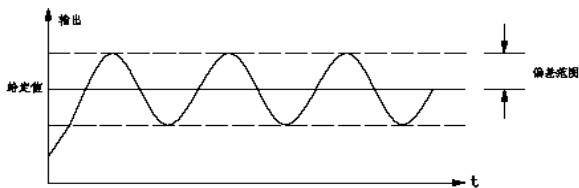

图 5-8 允许偏差范围
• 指 PI 调节的反馈量与设定量的偏差相对于闭环给定值的百分比。PI 调节允许的差范围如图 5-8 所示。